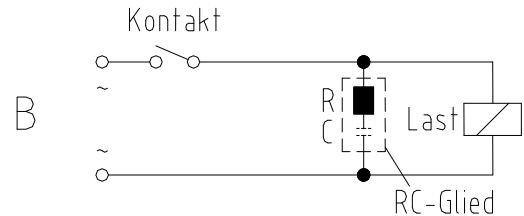

Bild 3: Kontakt - B
- b) AC-Spannung: RC-Glied parallel zur Last, siehe Bild 3 und Tabelle 1.